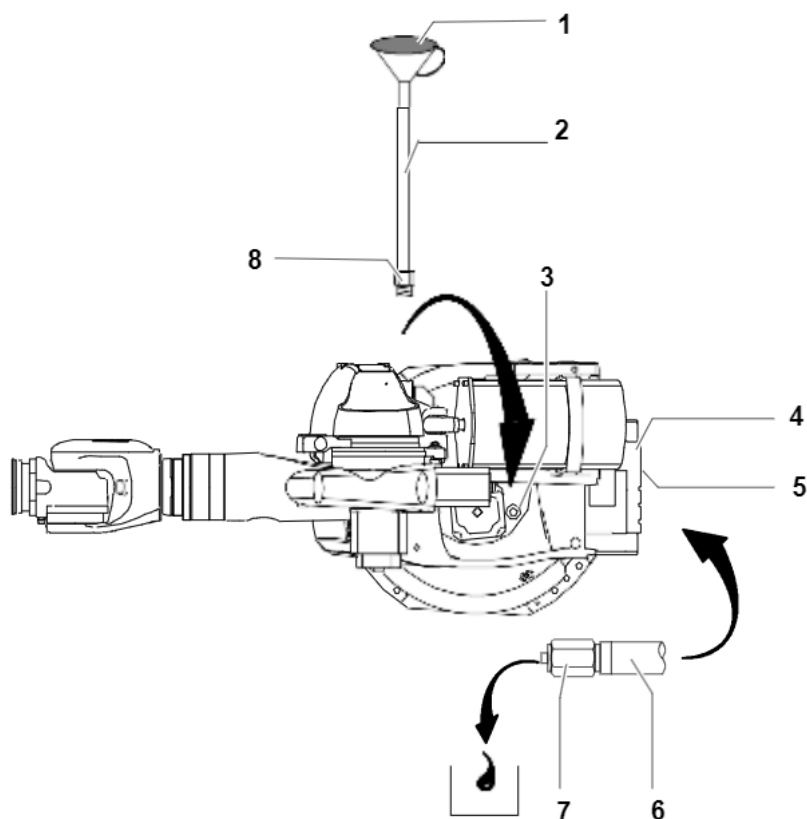

Fig. 2 Замена масла на оси 1
- (1) Удалите четыре винта с внутренним шестигранником M8x12 (Рис. 2/4), включая стопорные шайбы, снимите крышку (5) и вытащите сливной шланг (6).
- (2) Отвинтите заглушку (7) на сливном шланге (6) и поместите подходящую емкость под сливное отверстие.
- (3) Выверните резьбовую пробку (3) и слейте масло по мере его выхода.